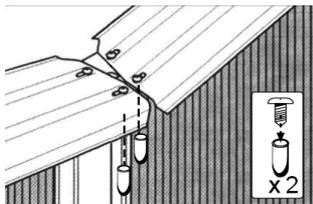

fig. 34
- Mettere i tappi (BU) sulle viti della parte inferiore dei profili (fig. 34).